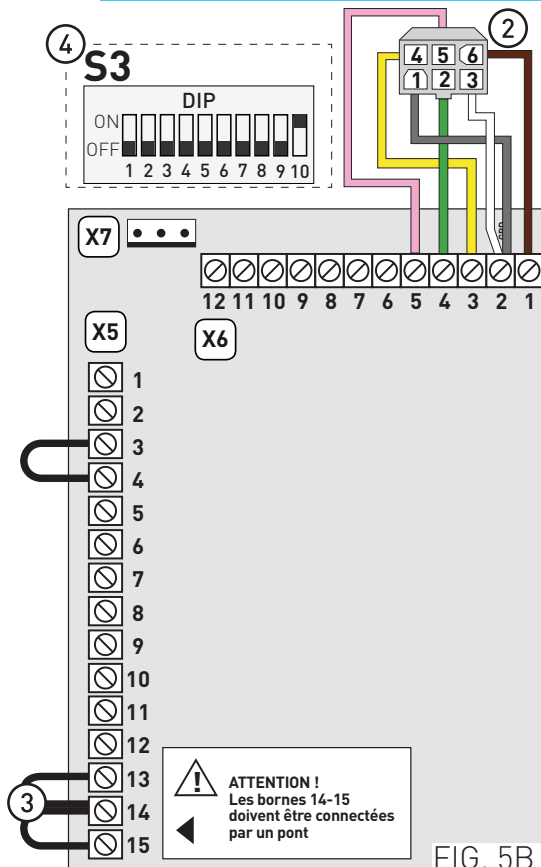

FIG. 5B
- ② recâbler la borne AMP0172168 comme illustré dans la Fig. 5B ;
- ③ shunter les bornes 14-15 ;
- ④ placez le DIP10 sur ON.